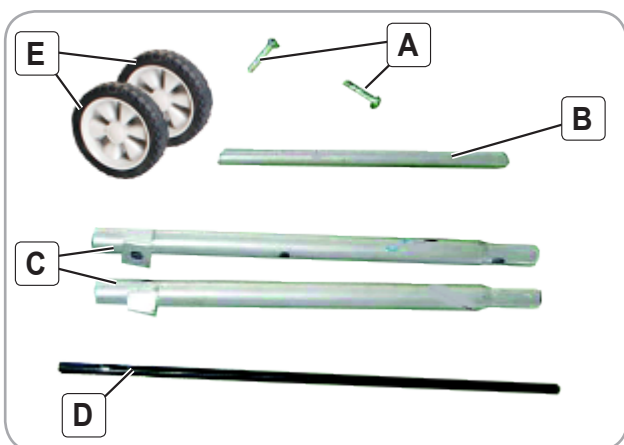

Fig.12
Utilizând kit-ul din Fig.12, conectați elementele (B,C,D) prin intermediul suruburilor (A).